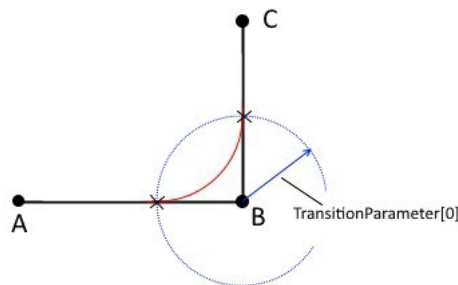

图1.4 拐角过渡模式
1) 基于位置的拐角规划模式。在这个模式下，TransitionParameter[0]是实际交汇点的半径（过渡前的轨迹终点和过渡后的轨迹起点），如图1.4所示。